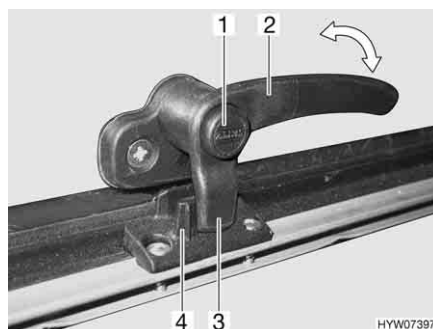
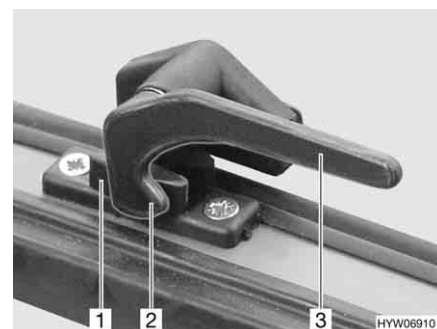

Fig. 79 Levier de verrouillage avec bouton de sécurité en position "Fermé"
Fig. 80 Levier de verrouillage en position "Fermé"
- S'il existe, appuyer sur le bouton de sécurité (Fig. 79,1) et le maintenir enfoncé.
- Tourner le levier de verrouillage (Fig. 79,2 ou Fig. 80,3) d'un quart de tour vers le centre de la fenêtre.
- Tourner le levier de verrouillage (Fig. 79,2 ou Fig. 80,3) d'un quart de tour vers le cadre de la fenêtre. Le tenon de verrouillage (Fig. 79,3 ou Fig. 80,2) du levier de verrouillage repose complètement sur le côté intérieur du verrouillage de fenêtre (Fig. 79,4 ou Fig. 80,1).
- En position "Fermé" (Fig. 79 et Fig. 80)